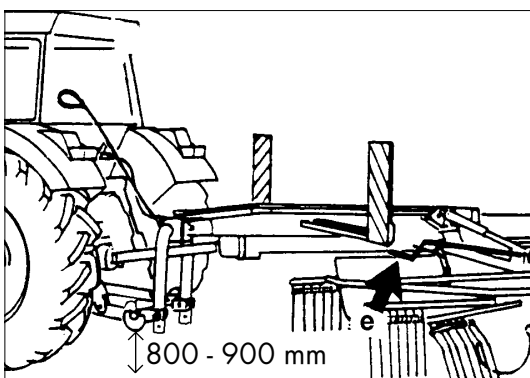

Figure 3-10
2. Soulever le bras inférieur de 800 à 900 mm (figure 3-10) de façon à ce que l'andaineur rotatif soit en position horizontale ou incliné au maximum 1° vers l'avant. Si les bras de guidage inférieurs du tracteur (V) ne peuvent pas être relevés suffisamment haut, des fourchettes (X) devront être montées en position inférieure W. Veuillez noter, s.v.p., que dans cette position W, la hauteur de transport de 4000 mm sera éventuellement dépassée.
6. Régler la hauteur des toupies avec les manivelles (e) de telle sorte que les dents touchent légèrement le sol (figure 3-10).